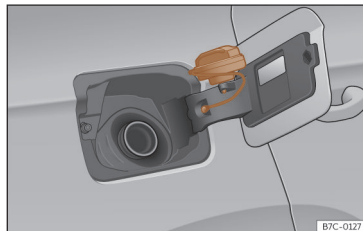

Fig. 176 Tapa del depósito con el tapón encajado.
• Colóquelo en el espacio que hay en la bisagra de la tapa abierta >>> **fig. 176**.